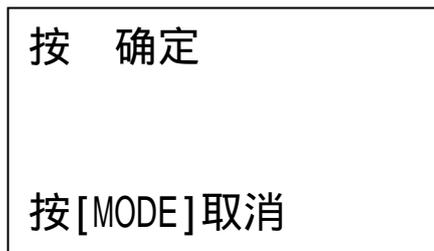

图 34
- e. 按 \leftarrow 键进入确认界面，此刻按 \leftarrow 键确认删除当前文件，按 **MODE** 键返回菜单状态。如图 34
- d. 用 或 键移动光标至恢复默认设置，按 \leftarrow 键将进入图 34 确认界面，此刻按 \leftarrow 键确认恢复默认设置，按 **MODE** 键返回菜单状态。